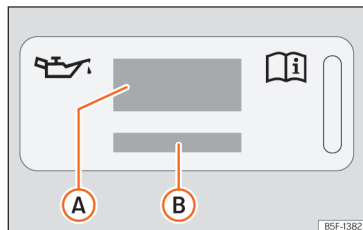
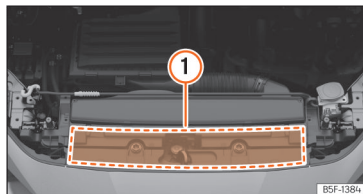

Fig. 183 No compartimento do motor: etiqueta de óleo do motor
Fig. 184 No compartimento do motor: zona de localização da etiqueta de óleo do motor
Legenda da >>> **Fig. 183:**
Se tiver de adicionar óleo do motor, utilize um dos óleos indicados na etiqueta >>> **Fig. 183**. A etiqueta com a norma prescrita encontra-se na parte da frente do compartimento do motor >>> **Fig. 184** **1**. Se utilizar o óleo do motor recomendado, é possível corrigir o nível do enchimento tantas vezes quantas forem necessárias.
- Se faltar a etiqueta com a especificação do óleo do motor >>> Fig. 183, contacte uma oficina especializada.